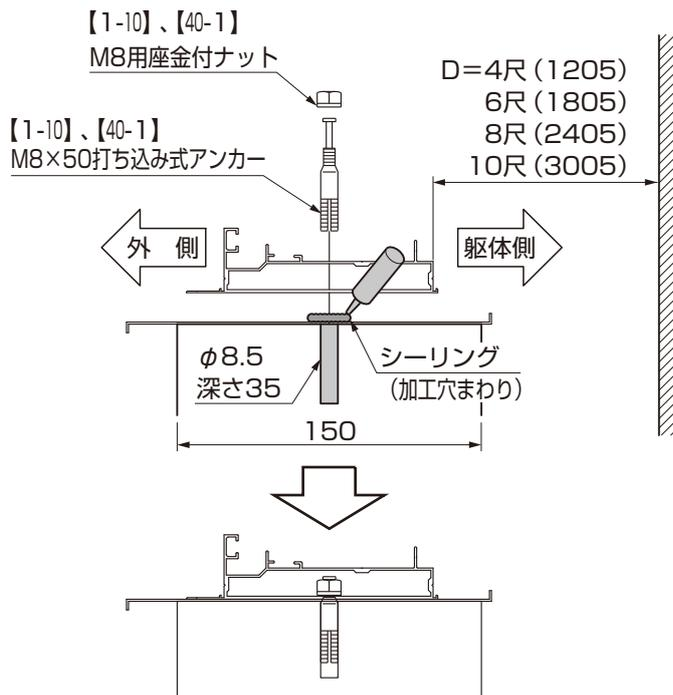

図2-1
- ①腰壁ベース材の躯体側面～躯体間をD寸法で位置決めしてください。(図2-1参照)
- ②腰壁ブロックにφ8.5、深さ35の穴をあけてください。
- ③バックアップ材を腰壁ベース材の躯体側に取付け、シーリングしてください。
- ④腰壁ベース材を腰壁ブロックに【1-10】、【40-1】で取付けてください。
- ⑤取付けた【1-10】、【40-1】の周りをシーリングしてください。